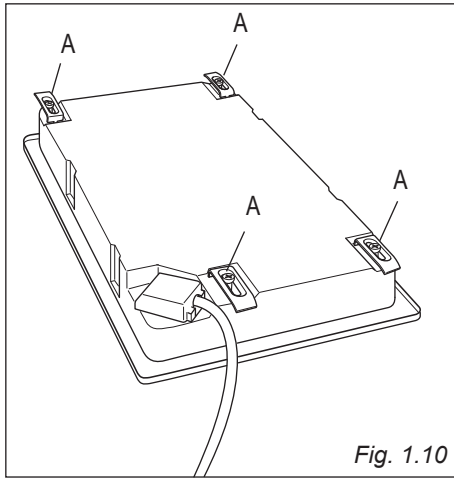
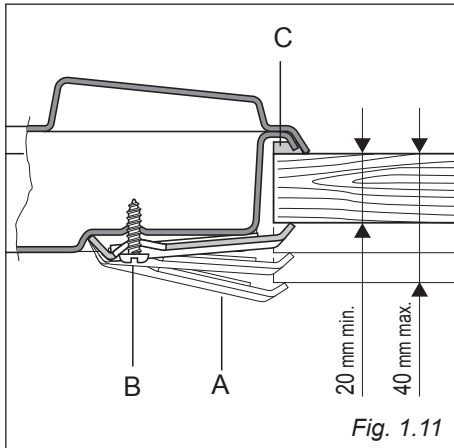

Fig. 1.10
Fig. 1.11
Ogni piano cottura viene corredato di una serie di alette e viti per il fissaggio del piano cottura su mobili con il piano di lavoro di spessore da 2-3 a 4 cm fig. 1.11 (piano 2 elettrico) e 1.12 (piano vetroceramico).
- Rovesciare il piano cottura e montare le alette "A" (fig. 1.10) negli appositi alloggiamenti, avvitando le viti "B" di qualche giro soltanto. Fare attenzione a montare correttamente le alette come illustrato nelle figure 1.11 e 1.12. Ruotare le alette in modo che non impediscano l'inserimento del piano cottura nello spacco.